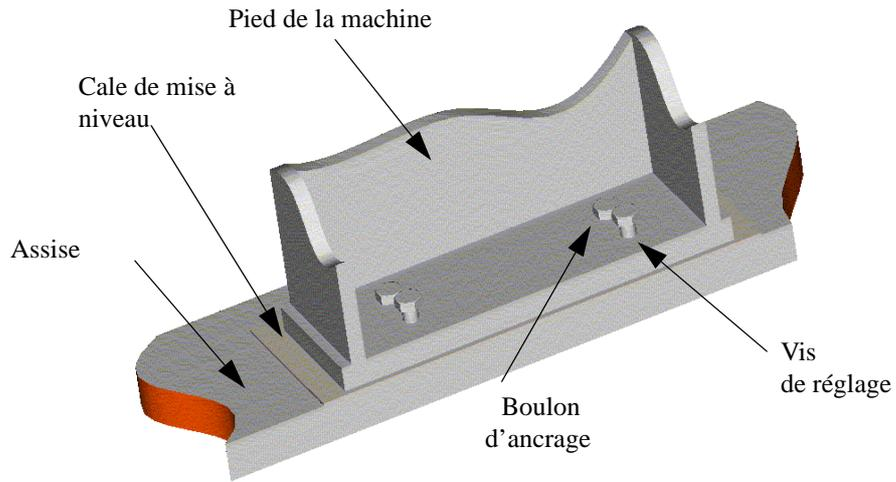

Figure 3-3 Positionnement vertical du pied de la machine
Pour faciliter l'alignement et permettre le montage des cales de mise à niveau, des vis de réglage sont montées sur les pieds de la machine. Reportez-vous à la *Figure 3-3 Positionnement vertical du pied de la machine*. La machine repose sur ces vis de réglage. Notez que la machine doit reposer sur ses quatre pieds (vis) sur une surface parallèle (tolérance maximum : 0,1 mm/4,0 mil). Dans le cas contraire, le châssis de la machine se déformera, risquant d'endommager les paliers ou d'autres pièces.
5. Alignez la machine verticalement en tournant les vis de réglage ou en ajustant à l'aide de vérins hydrauliques. Pour faciliter l'alignement sur le plan vertical, les vis de réglage sont montées sur les pieds de la machine horizontale. Reportez-vous à la *Figure 3-3 Positionnement vertical du pied de la machine*. La précision de l'alignement de la machine est parfois faussée par l'expansion thermique de son châssis. Reportez-vous au *Chapitre 3.6.4 Correction de l'expansion thermique*.